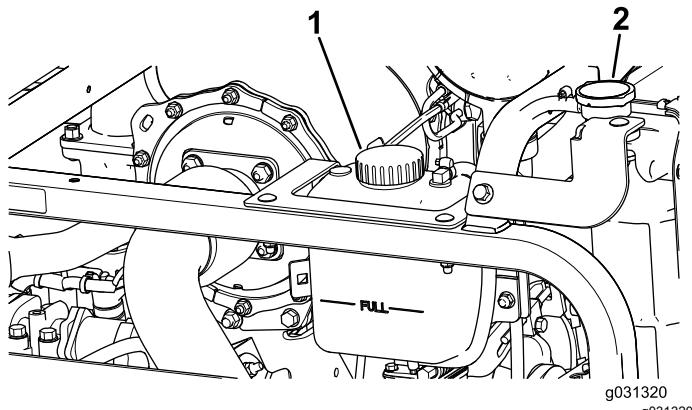

Bild 85
1. Nehmen Sie den Kühlerdeckel und den Deckel des Ausdehnungsgefäßes vorsichtig ab (Bild 85).
2. Prüfen Sie den Kühlmittelstand im Kühler (Bild 85).